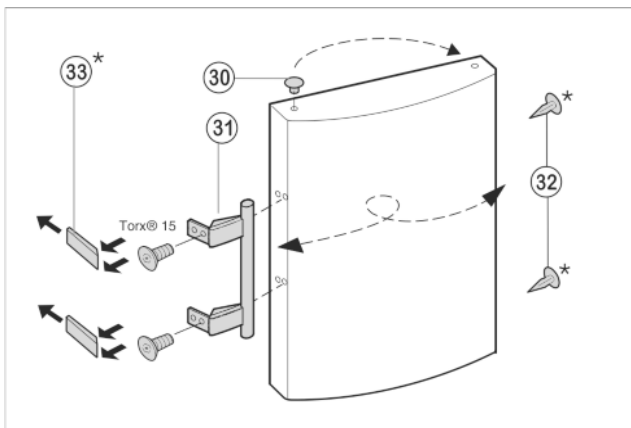

Fig. 10
- Stopfen Fig. 10 (30) aus der Türlagerbuchse herausheben und umsetzen.
- Türgriff Fig. 10 (31), Stopfen Fig. 10 (32) und Druckplatten Fig. 10 (33) abmontieren und auf die Gegenseite umsetzen.